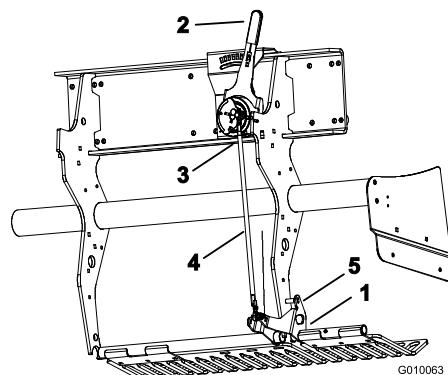

図 58
1. 左ターフ・ガード取り付けブラケット（図 58）を上回転させて、固定ピン（5/16" のドリルビットかボルトを使う）を、ブラケットと深さ設定チューブの間に挿入する。
2. ティン深さレバー（図 58）を H に設定（一番深い設定に）する。
3. アウトボード・ボール・スイッチ（図 58）をワイヤ・ハーネス（ヘッド降下スイッチ）から外す。
4. 深さ調整タイロッドのジャムナット（左右）をゆるめる（図 58）。